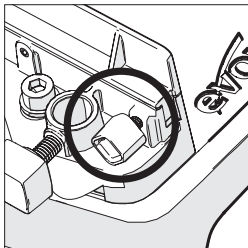

Abb. 5
- Lösen Sie die Verriegelungsschraube. (**Abb. 5**)